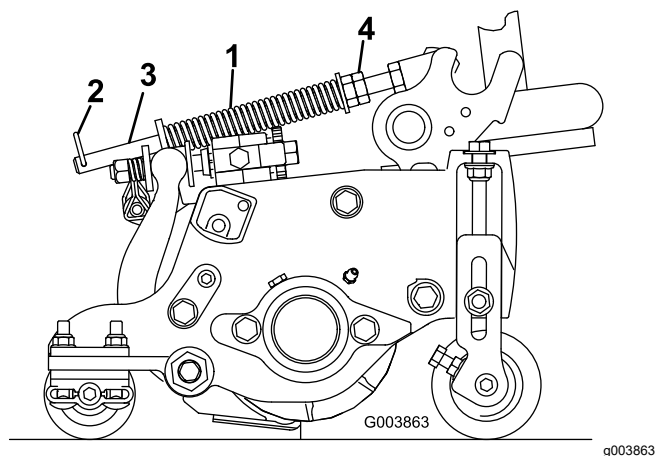

Figure 53
Le ressort de compensation (Figure 53) transfère le poids du rouleau avant au rouleau arrière. Cela évite la formation d'ondulations à la surface de la pelouse.
1. Vérifiez que la goupille fendue est insérée dans le trou de la tige de ressort (Figure 53).
2. Serrez les écrous hexagonaux à l'extrémité avant de la tige de ressort jusqu'à ce que la longueur du ressort comprimé soit égale à 16 cm (6,25 po); voir Figure 53).